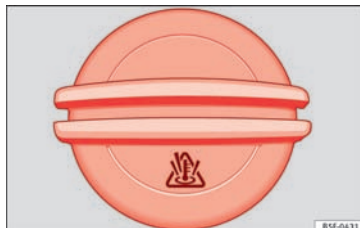

Fig. 110 I motorrummet: dækslet på motorkølevæskebeholderen
- Motorkølevæskebeholderen kan kendes på symbolet  på dækslet »» **Fig. 110**.